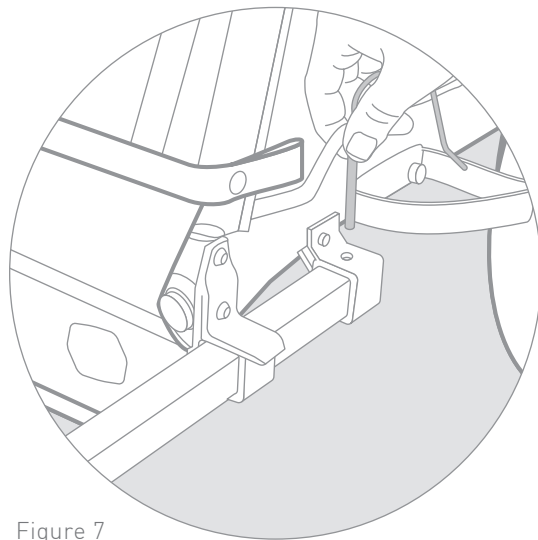

Figure 7
2. Insert lock pin through the rear tow bar receiver and the hole at the end of the tow bar (Figure 7). Close retainer to secure lock pin.
2. Den Sicherungsstift durch die hintere Zugstangenhalterung und das Loch am Ende der Zugstange einführen (Abb. 7). Die Arretierung schließen, um den Sicherungsstift zu sichern.
2. Insérez la goupille de sécurité dans le récepteur de la barre de remorquage arrière et dans le trou à l'extrémité de la barre de remorquage (Figure 7). Fermez le dispositif de retenue pour fixer la goupille de sécurité.